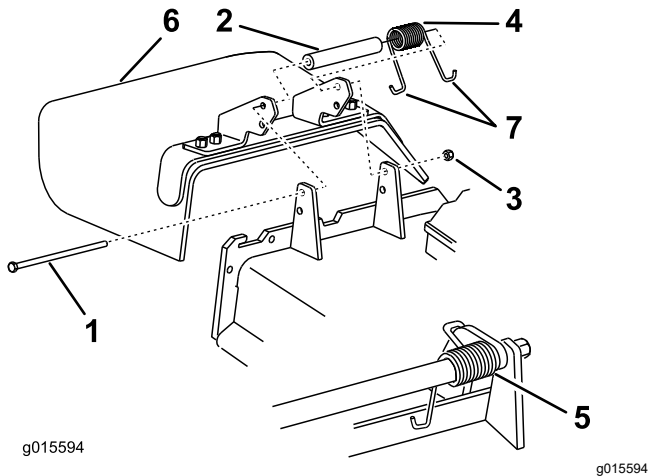

Figura 87
- Retire la contratuerca, el perno, el muelle y el espaciador que sujetan el deflector a los soportes de pivote (Figura 87).
**Nota:** Asegúrese de colocar un extremo con gancho en J del muelle detrás del reborde de la carcasa antes de instalar el perno, según se muestra en Figura 87.
- Coloque 1 extremo en J del muelle alrededor del deflector de hierba (Figura 87).